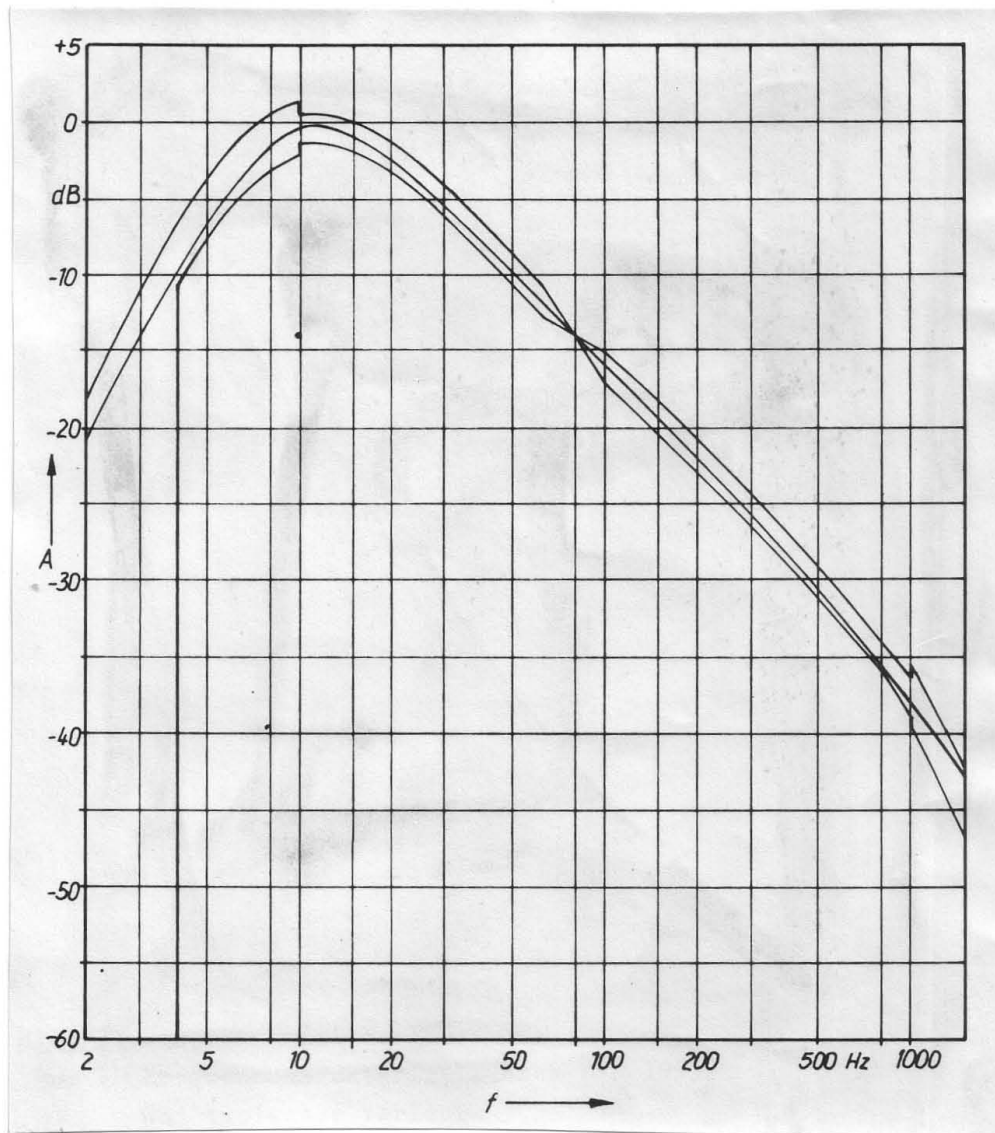

Bild 3: Bewertungsfilter TKS,
- Betriebsart TKS	siehe Bild 3